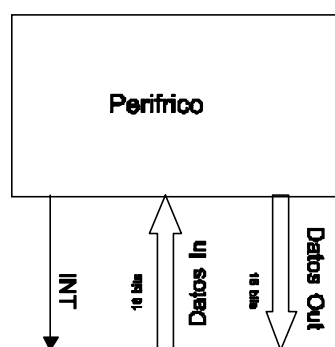

Figura 16. Periférico de E/S.
a) Dibuje el interfaz de E/S que es necesario añadir a un periférico de E/S como el de la Figura 16 para conectarlo a la CPU.